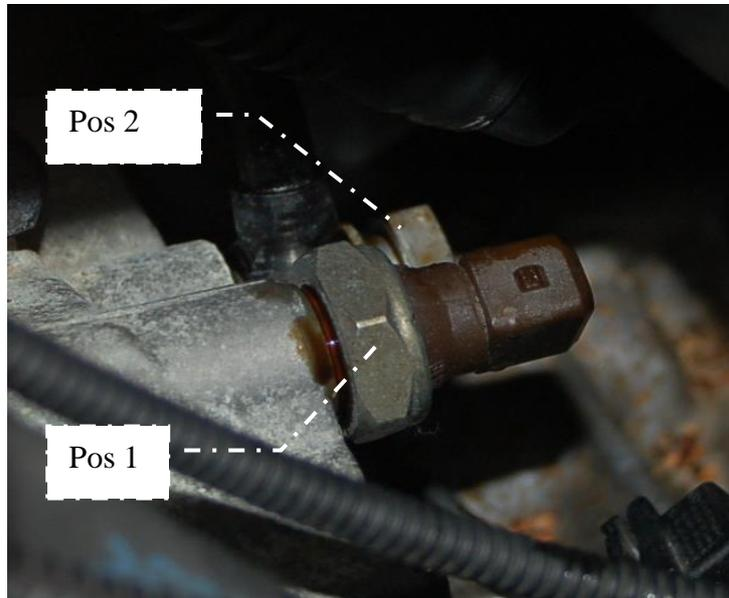

Abbildung 14: VOR dem Umbau
28. Öldrucksensor (Abb. 14, Pos. 1) am Gehäuse des Ölfilters ausbauen
29. Hohlsschraube (Abb. 14, Pos. 2) demontieren